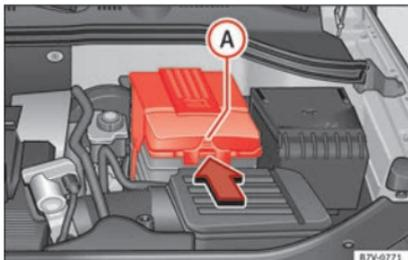

Fig. 249 Dans le compartiment moteur : retirez le couvercle de la batterie du véhicule.
- *En présence d'un couvercle* : appuyez sur la languette » **fig. 249** **A** dans le sens indiqué par la flèche et retirez le cache vers le haut.